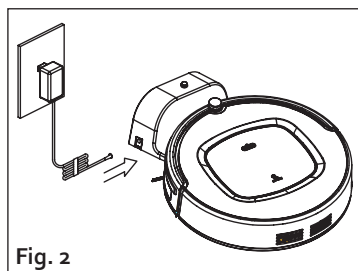

Fig. 2
3. Tome el adaptador, inserte el enchufe en la toma de corriente e inserte el conector de CC en la estación de carga (Fig. 2).